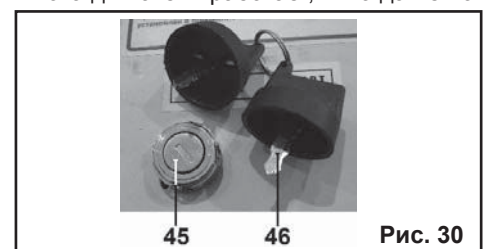

Рис. 30
- после остановки двигателя закройте рычаг подачи топлива (38).
12.8. Перед тем, как оставить машину, вытащите ключ зажигания (46) (Рис. 30) и положите в надежное место.
8.5.9. Вставьте ключ зажигания (46) в замок зажигания (45) (Рис. 30).